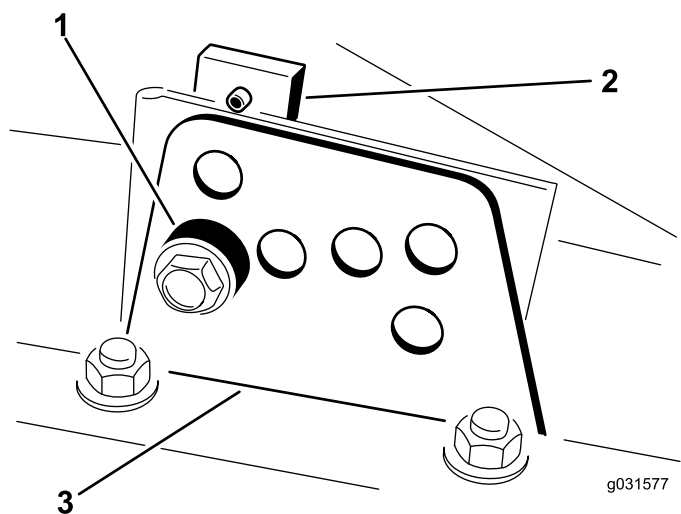

Рисунок 19
и боковых сторон), как показано на Рисунок 19.
4. Удерживая камеру, снимите проставку (Рисунок 19).